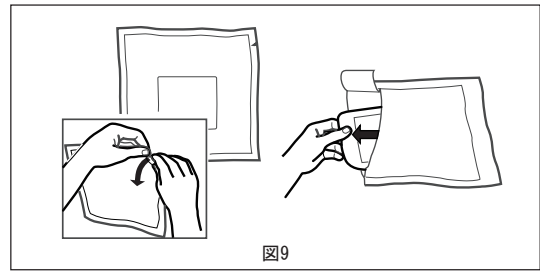

図9
1. 適切なサイザの弁を選んだら、清潔野以外で箱からアルミパウチを出します。開封前に包装に損傷の形跡やシールの破損または欠損がないか確認します。清潔野以外でパウチを開封し、トレイを取り出します (図9)。